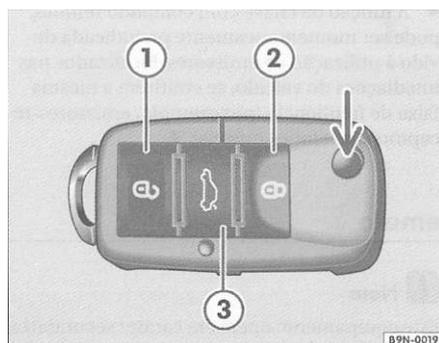

Fig. 40 Teclas na chave com comando remoto
Para destravar apenas a porta do condutor, gire a chave na fechadura da respectiva porta *uma vez* no sentido da abertura ou pressione uma vez o botão de destravamento na chave com comando remoto => Página 57, fig. 40.
- Pressione a tecla (ffj => fig. 40 (T) na chave com comando remoto, para destrancar todas as portas, a tampa do compartimento de bagagem => Página 62, "Abrir a tampa do compartimento de bagagem - Polo Sedan" e a tampa do reservatório de combustível.
- Pressione a tecla (8) => fig. 40 © na chave com comando remoto, para trancar todas as portas, a tampa do compartimento de bagagem e a tampa do reservatório de combustível.
- Mantenha a tecla [5] => fig. 40 © do comando remoto pressionada por aproximadamente 1 segundo, para destrancar a tampa do compartimento de bagagem.
Pressione o botão => fig. 40 -(seta)- para liberar a haste da chave.
- Pressione a tecla (0) => Página 57, fig. 40 (7) por um período de 3 segundos. Será emitido um sinal sonoro indicando que a chave está sincronizada.
Se a tecla (£) => Página 57, fig. 40 for frequentemente acionada fora do raio de ação do comando remoto, pode não ser mais possível trancar ou destrancar o veículo com o comando remoto. A chave com comando remoto deverá ser sincronizada novamente.
- Pressione o botão => Página 57, fig. 40 -seta- para liberar a haste da chave.